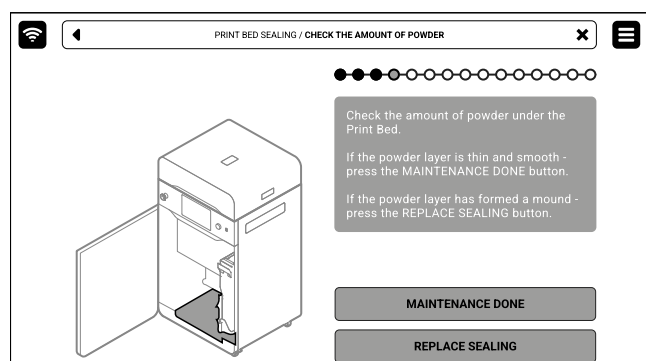

Abb. 12.20 Überprüfe die Menge des Pulvers unter den Beds.
10. Überprüfe die Menge des Pulvers unter dem Print Bed. Wenn die Pulverschicht dünn und glatt ist, drücke die Taste **MAINTENANCE DONE** (Abb. 12.20).
11. Wenn die Pulverschicht einen Hügel gebildet hat, drücke die Taste **REPLACE SEALING** (Abb. 12.20).